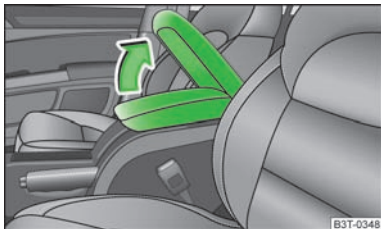

Abb. 96
- Den Deckel der Armlehne in Pfeilrichtung öffnen » Abb. 96.